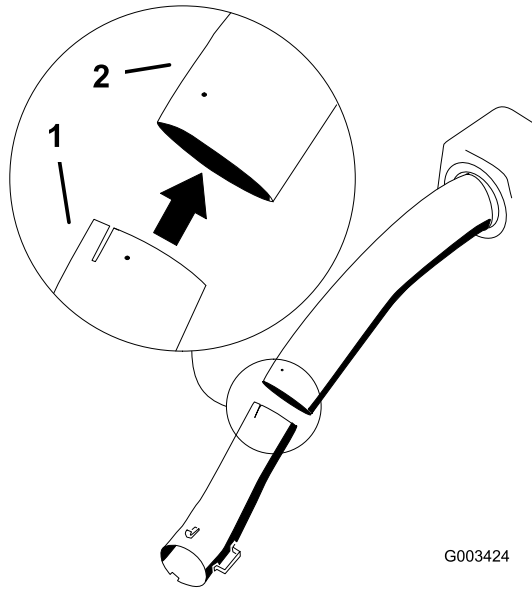

図 50
7. 上側チューブに下側チューブを接続する **図 50**。